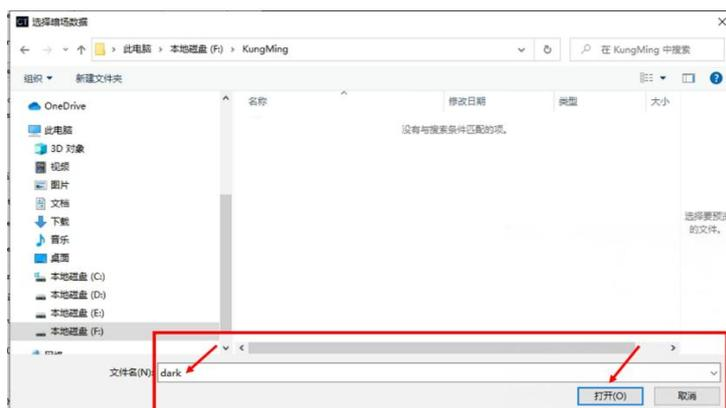

图 3.3.12 载入已存在的暗场图像
1) 载入：用户点击该按钮，然后点击已存在的 dark 图像，选择打开(如图 3.3.12 所示)，然后运行提示框将会显示”Load dark success”，此时暗场图像会被